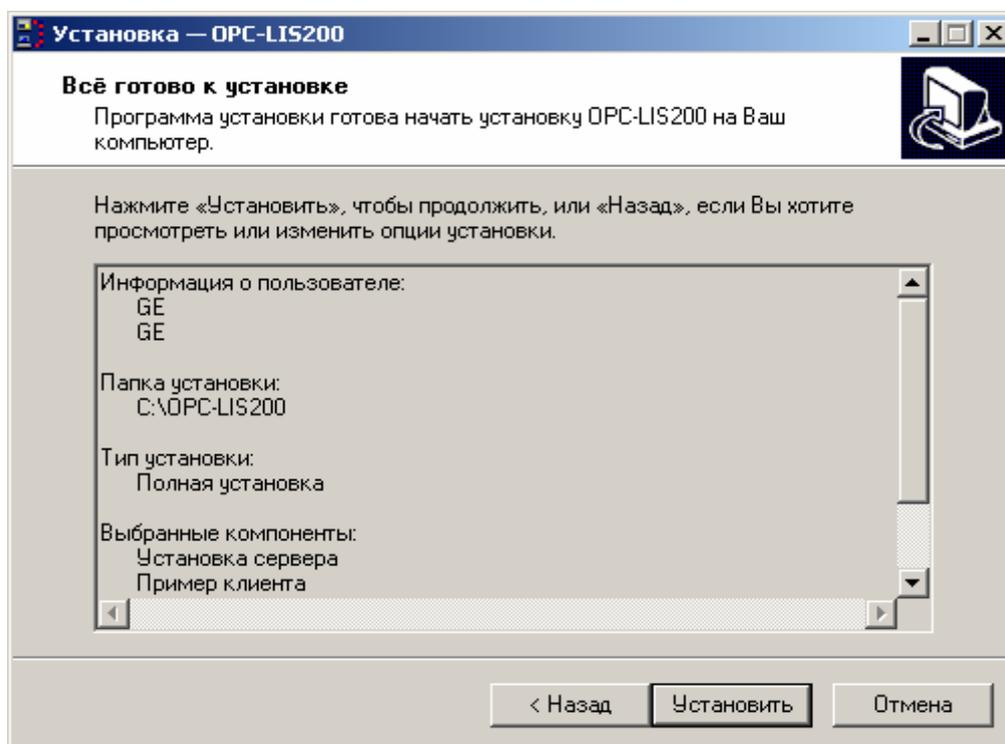

Рисунок 7
- В следующем окне (рис. 7) проверьте правильность введенных Вами данных и нажмите кнопку “Установить” для продолжения установки или “Отмена” для отказа от установки. Если какие либо данные не верны, Вы можете отредактировать их, вернувшись к соответствующему шагу, используя кнопку “Назад”.